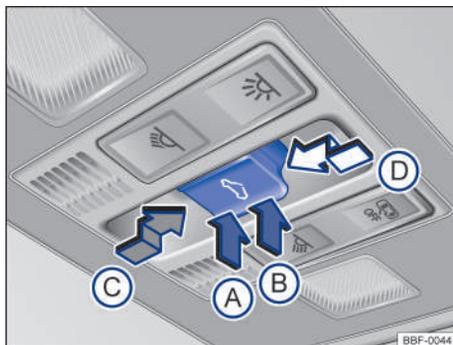

Fig. 60 En el revestimiento del techo: teclas para el techo solar y cortina de protección solar.
- **Levantar el techo solar:** presione la tecla → **fig. 60 (B)** hasta el primer nivel. Recorrido automático: presione la tecla **(B)** hasta el segundo nivel.
- Presione la tecla  hasta el segundo nivel → fig. 60 , hasta que el techo de vidrio esté completamente cerrado.